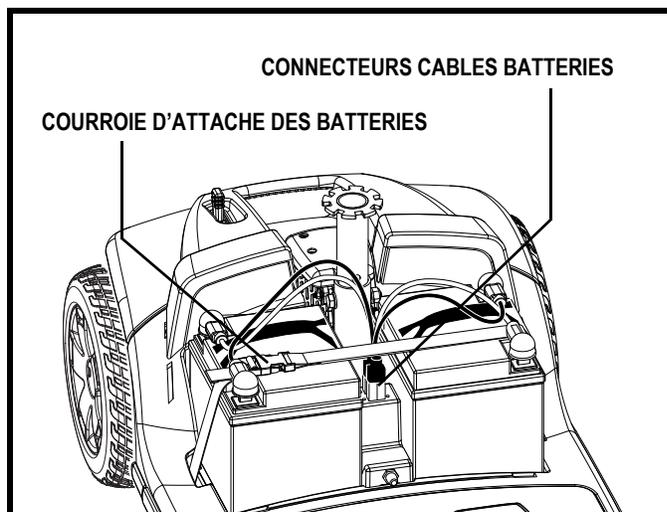

Figure 20. Connexions des batteries
4. Débranchez les deux batteries en tirant sur les connecteurs à la verticale. **Voir la figure 20.**
6. Branchez les câbles sur les deux batteries. **Voir la figure 20.**